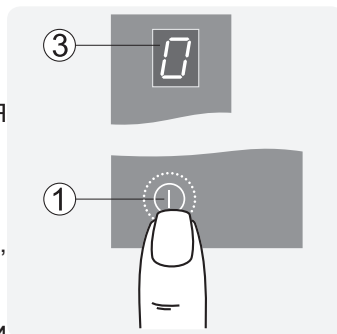

Рис.5
Коснуться зоны со знаком «①». Во всех окнах индикации конфорок загорится «0» (рис.5).